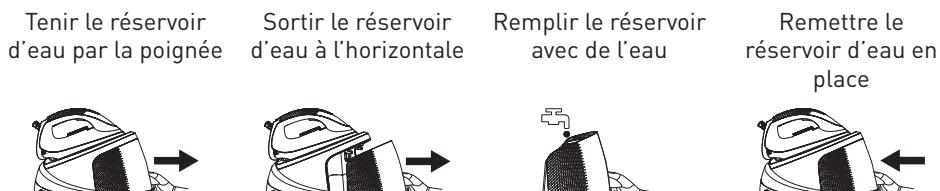

Fig. 4
2. Tenez la poignée du réservoir d'eau, puis sortez le réservoir à l'horizontale. Remplissez le réservoir d'eau par l'orifice de remplissage et remettez le réservoir en place (voir Fig. 4). Veillez à bien retirer le réservoir d'eau horizontalement pour le sortir. Il est préférable d'utiliser de l'eau purifiée, qui contient moins de particules de calcium. La capacité maximale du réservoir d'eau est de 1,2 l. Le niveau d'eau ne doit jamais dépasser le niveau maximum.